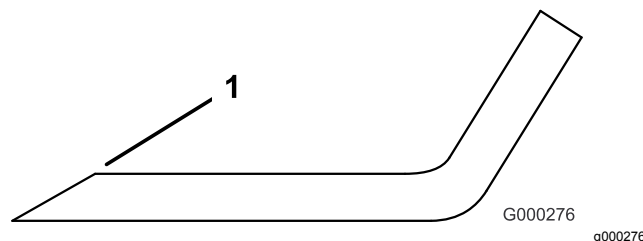

Figura 114
- Inspeccione los filos de todas las cuchillas. Afílelos si están romos o tienen mellas. Afíle únicamente la parte superior del filo y mantenga el ángulo de corte original para asegurar un filo correcto (Figura 114). La cuchilla permanecerá equilibrada si se retira la misma cantidad de metal de ambos bordes de corte.